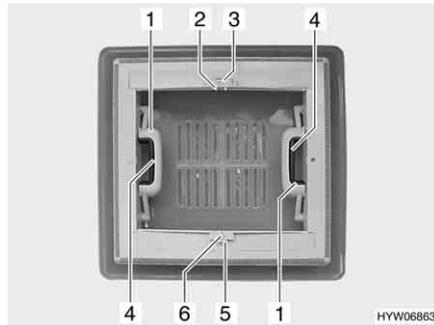

Fig. 17 Claraboya con cierre de resorte
- Presionar el cierre de resorte (Fig. 17,4) hacia el lado interior de la claraboya. Presionar simultáneamente hacia arriba la claraboya con el tirador (Fig. 17,1).
- Tirar la claraboya enérgicamente hacia abajo por los dos tiradores (Fig. 17,1), hasta que los dos cierres a presión engatillen.
- Presionar el dispositivo de bloqueo (Fig. 17,5) hacia la parte exterior de la claraboya.
- Tirar del asidero (Fig. 17,6) la persiana oscurecedora enrollable hacia el asidero opuesto de la mosquitera enrollable (Fig. 17,2) y hacerlos engatillar.
- Comprimir el asidero (Fig. 17,2). Se suelta el bloqueo.
- Devolver lentamente a su posición la persiana oscurecedora enrollable por el asidero (Fig. 17,6).
- Presionar el dispositivo de bloqueo (Fig. 17,3) hacia la parte exterior de la claraboya.
- Tirar del asidero (Fig. 17,2) la persiana oscurecedora enrollable hacia el asidero opuesto de la mosquitera enrollable (Fig. 17,6) y hacerlos engatillar.
- Devolver lentamente a su posición la mosquitera enrollable por el asidero (Fig. 17,2).